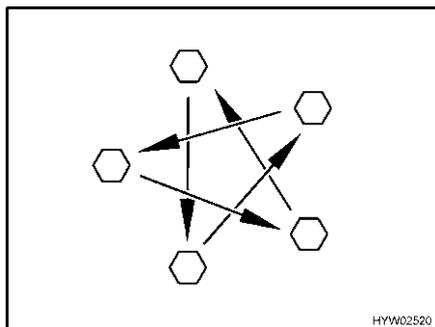

Fig. 183 Serrare a croce i dadi o i bulloni delle ruote
- Controllare regolarmente il serraggio dei dadi o dei bulloni. Regolare a croce (Fig. 183) il serraggio dei dadi o dei bulloni di una ruota sostituita dopo circa 50 km.
- ▷ Serrare a croce i dadi o i bulloni delle ruote (Fig. 183).